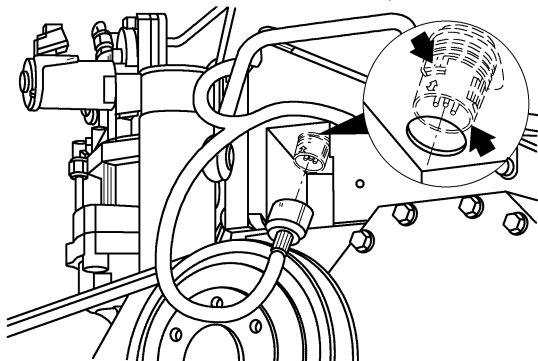

图 5-8 从执行器线束插头上断开发动机线束，释放锁片，推回插头
③ 从内部执行器线束插头上断开发动机线束，释放插头上的锁片，如图 5-8 所示，然后将插头从摇臂室壳体中推回。